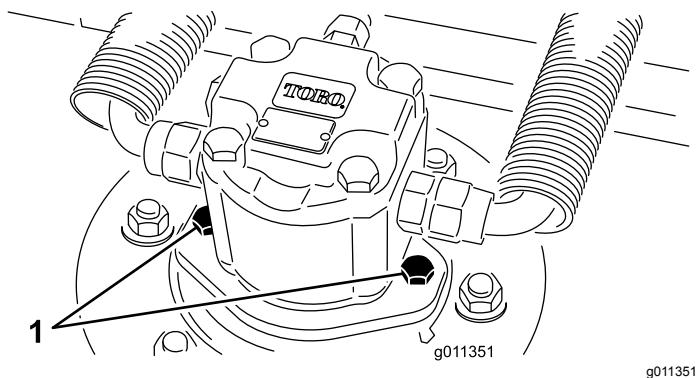

Bild 81
2. Klemmen Sie den Hydraulikmotor vom Mähwerk ab und entfernen ihn (Bild 81). Decken Sie die Spindeloberseite ab, um einer Verunreinigung vorzubeugen.
4. Montieren Sie den Hydraulikmotor am Mähwerk (Bild 81) Stellen Sie sicher, dass sich der O-Ring unbeschädigt in seiner Position befindet.